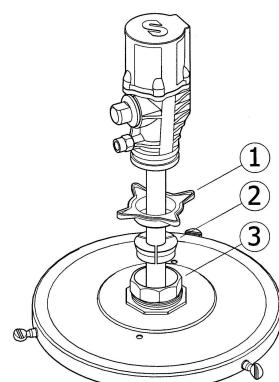

Fig. 2
These pumps must be mounted on drums using covers fitted with a 2" bung. Loosen the star nut (1) of the bung adaptor to remove the lower nut (3), and screw this into the 2" bung opening of the cover. Place the star nut (1) and the three jaws (2) on the suction tube. Introduce the pump through the opening and fasten the assembly at the desired height (fig. 2). Secure the cover to the drum with the thumbscrews.
Las bombas deben acoplarse a los bidones mediante tapas que dispongan de rosca 2" BSP H. Afloje la tuerca en estrella (1) del adaptador para extraer la parte inferior del mismo (3) y roscarla en el brocal de 2" de la tapa. Coloque la tuerca en estrella (1) y las tres mordazas (2) del adaptador en el tubo, introduzca la bomba por el brocal y apriete el conjunto a la altura deseada (fig. 2). Fije posteriormente la tapa al bidón.
La pompe doit être fixée au fût à l'aide d'un couvercle doté d'un filetage 2" BSP (F). Desserrer l'adaptateur en étoile (1) de la bague de fixation afin d'extraire la partie inférieure de cette dernière (3) et la fixer à l'embouchure de 2" du couvercle. Placer l'adaptateur en étoile (1) ainsi que les trois mors (2) de la bague de fixation sur le tube de la pompe. Introduire la pompe par l'embouchure du couvercle et serrer le tout à la hauteur désirée (voir fig. 2). Fixer ensuite le couvercle au fût.